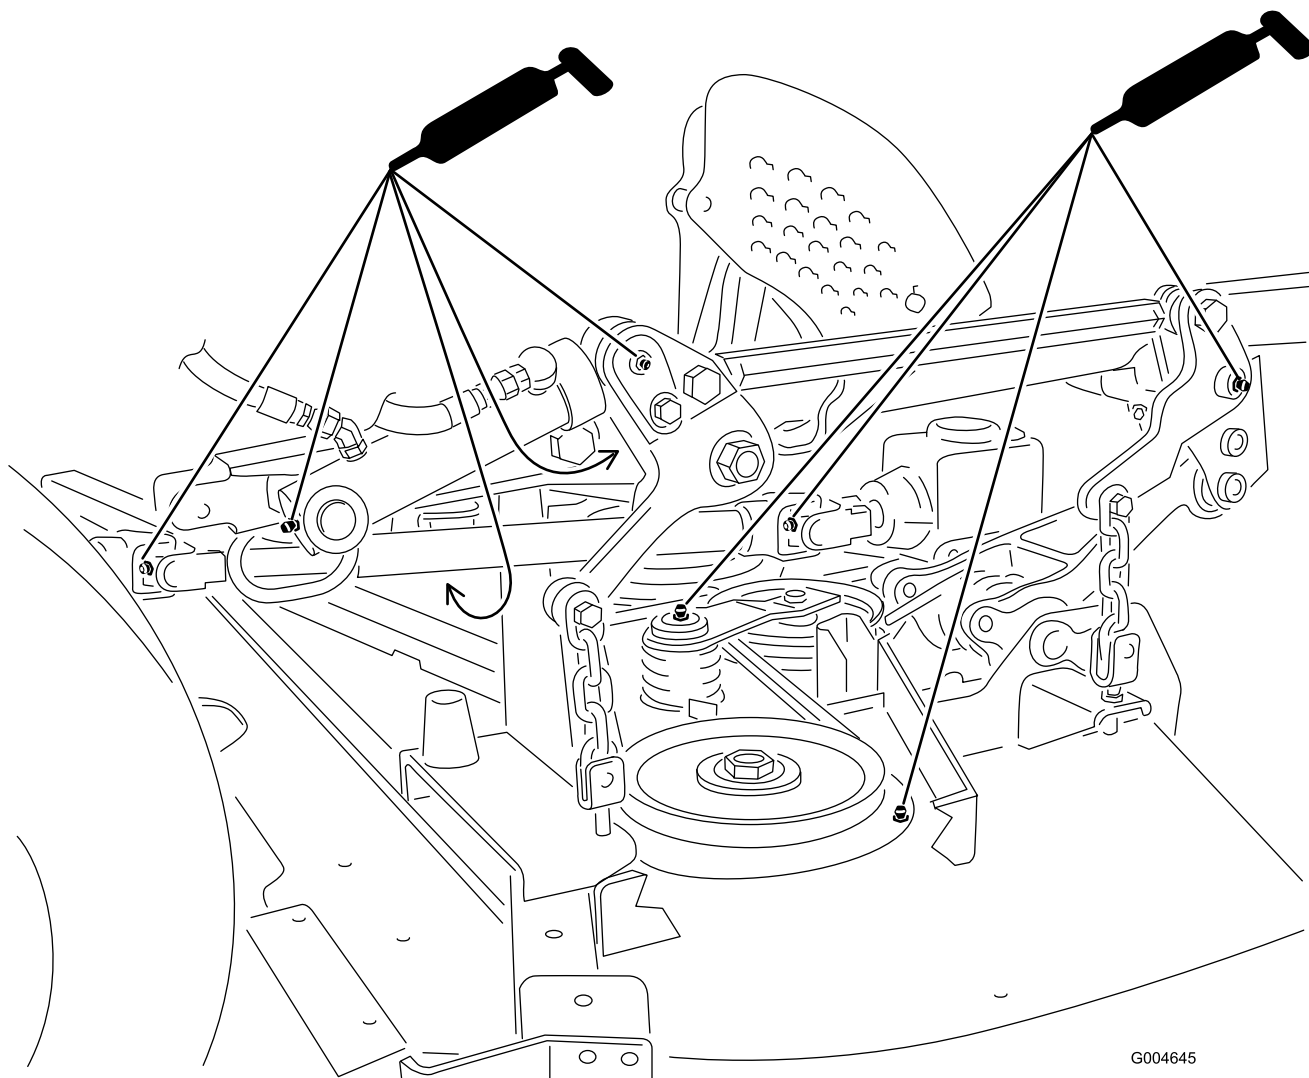

**Figura 32**
2. Sollevare il cofano fino a quando non è possibile posizionare l'asta di sostegno dietro il tubo del telaio (Figura 32).